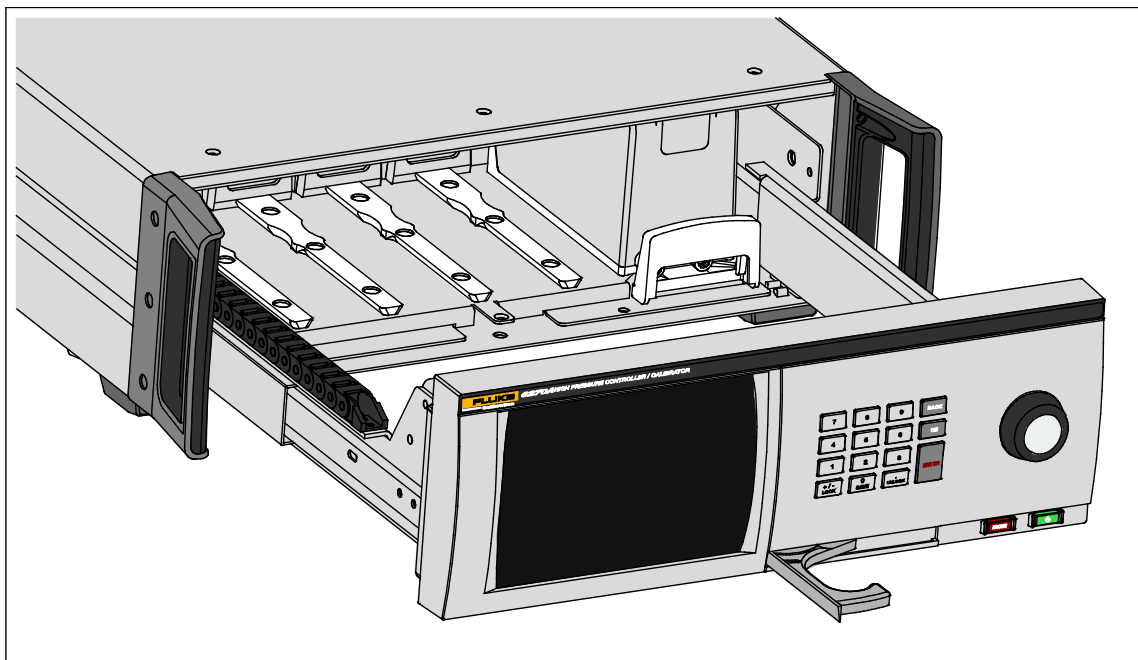

Figura 4. Instalação do PCM
5. A localização do PCM no Compartimento do módulo está na extrema direita. Alinhe o trilho no fundo do PCM com a entrada do PCM dentro do Compartimento do módulo. Veja a figura 4.